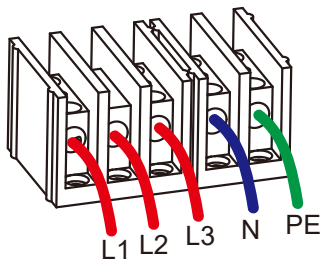
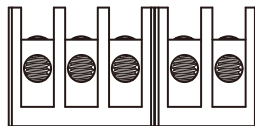

Рис. 5.9 Кабель змінного струму, підключений до терміналу
Рис. 5.10 Затягування з'єднувального кабелю змінного струму
- 2) Підключіть кабель через розподільну коробку, водонепроникну оболонку і вставте в клеми (на Рис. 5.9 показано режим підключення трьох фазних ліній, підключених до розподільної коробки, дріт заземлення прикручений до корпусу інвертора), і за допомогою шестигранної викрутки притисніть джгут проводів до з'єднувальної клеми, як показано на Рис. 5.10.